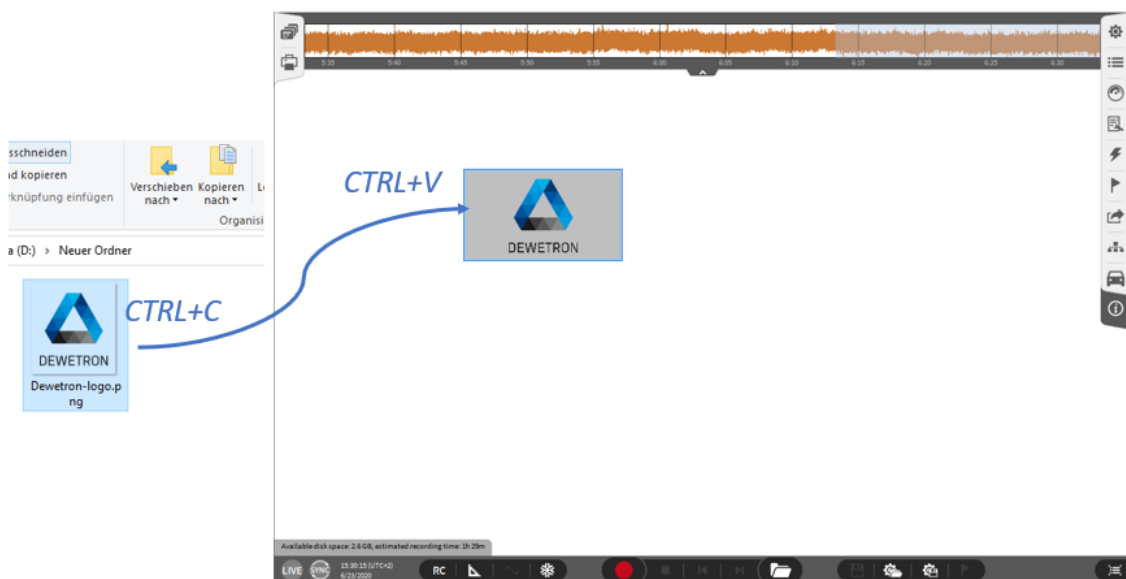

Abb. 8.99: Einfügen einer Bilddatei auf dem Messbildschirm
**Bemerkung:** Eine Bilddatei kann auch direkt vom Windows Explorer aus kopiert und auf dem OXYGEN Messbildschirm eingefügt werden (siehe Abb. 8.99).